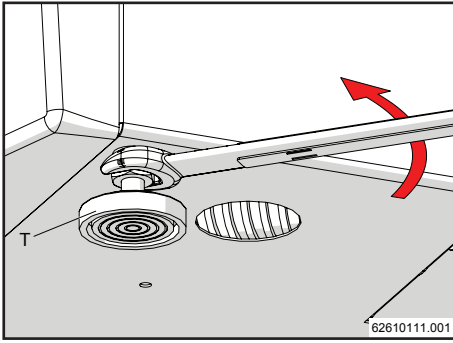

Figura 12-1
- 1.- Allentare, con l'apposita chiave, i piedi regolabili "T" dell'apparecchio (figura 12-1), inserire la staffa "H" e serrare nuovamente i piedi regolabili "T" (figure 12-2 e 12-3). Ripetere la medesima procedura sul lato opposto.